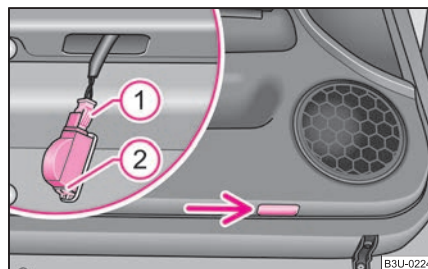

Abb. 210 Türunterteil: Einstiegsraumleuchte
- Setzen Sie einen kleinen Schraubendreher in den Schlitz neben der Leuchte ein ⇒ Abb. 210 und hebeln Sie die Leuchte vorsichtig heraus.
- Ziehen Sie den Stecker (1) ab.
- Drücken Sie die Federsicherung der Abdeckung (2) weg und nehmen Sie die Abdeckung ab.